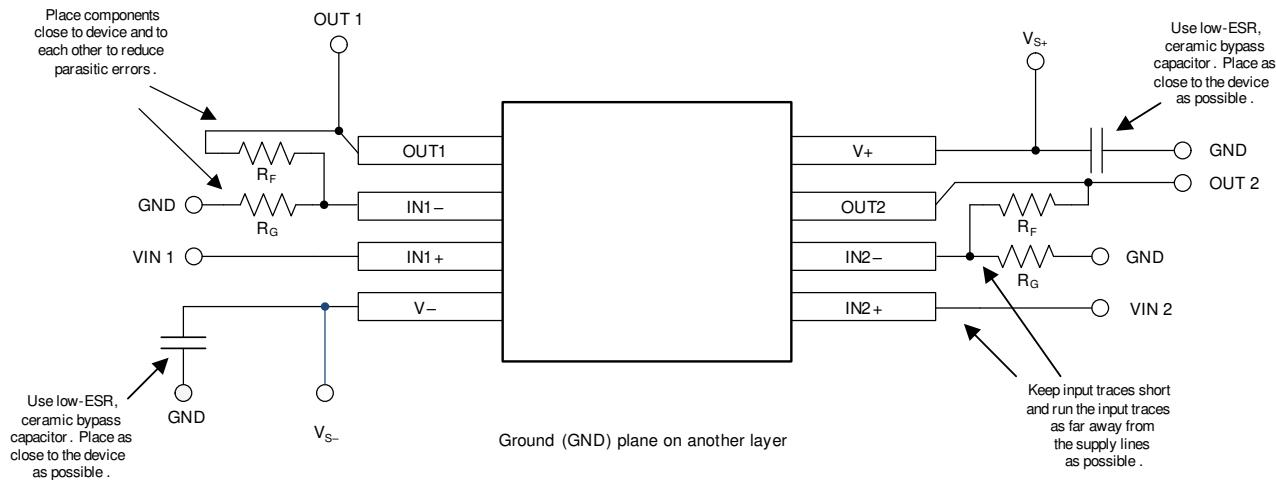

図 10-10. レイアウト例
- 外付け部品は、可能な限りデバイスに近く配置します。図 10-10 に示すように、 $R_F$  と  $R_G$  を反転入力の近くに配置すると、反転入力の寄生容量が最小化されます。